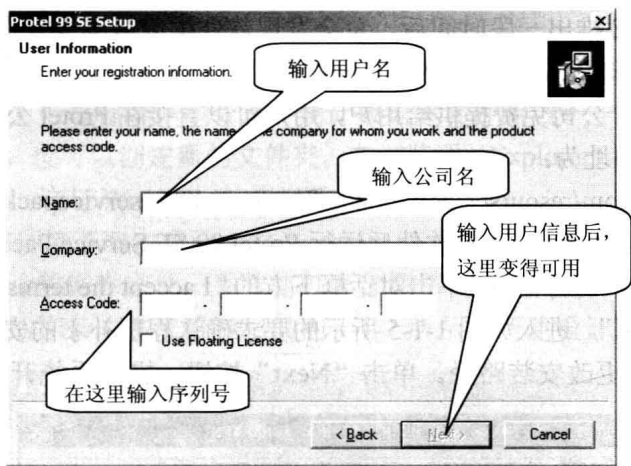

图 1-1-1 用户注册对话框
① 将 Protel 99 SE 软件光盘放入计算机光盘驱动器中。
② 在 Windows 环境中打开光盘, 双击文件名为 “setup.exe” 的文件, 这时会弹出 Protel 99 SE 的欢迎安装界面, 单击 “Next” 按钮, 这时会弹出图 1-1-1 所示的 Protel 99 SE 的用户注册对话框, 用户需要输入用户名、用户单位和软件的授权序列号。